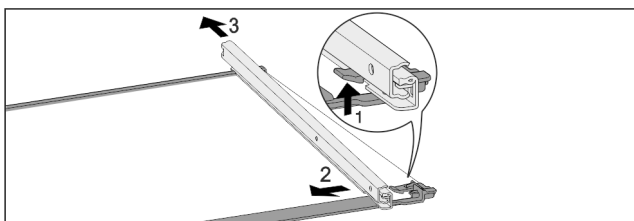

Fig. 44 Стеклопластина с направляющими
- ▶ Отожмите передний стопорный крючок вверх. Fig. 44 (1)
- ▶ Сдвиньте выдвижную направляющую в сторону Fig. 44 (2) и назад Fig. 44 (3).